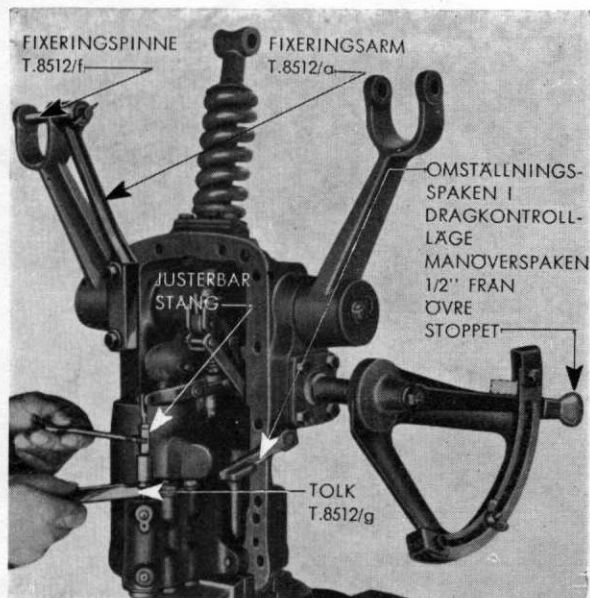

Fig. 13. Justering av dragkontrollens regleringsarmar.
1. Lyft av bakaxelhusets lock med det hydrauliska systemet från traktorn och placera det i ett skruvstycke med kontrollfjädersn uppåt. Fig. 13.
3. Montera fixturen T.8512/a på kanten av lockets undersida i de två bakersta hålen på vänster sida. Sätt fixturens pinne, T.8512/f, genom fixturen och vänstra lyftarmens (bygel) gaffel. Fig. 13.
5. För upp manöverspaken till en halv tum (12,7 mm) från övre stoppet. Justermåttet T.8512/g är precis en halv tum (12,7 mm) brett och kan användas för att få manöverspaken i rätt läge. (Se den streckade linjen på Fig. 13.)